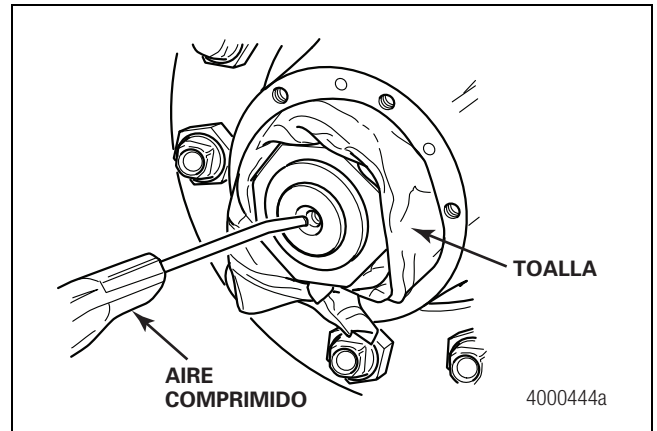

Figura 2.37
11. Retire de la espiga todos los componentes del portataladro. Limpie el extremo del eje. Limpie el agujero perforado con aire comprimido limpio y seco. Figura 2.37.
13. Retire la guía para machos de roscar. Limpie el extremo del eje. Limpie el agujero roscado con aire comprimido limpio y seco. Figura 2.37.